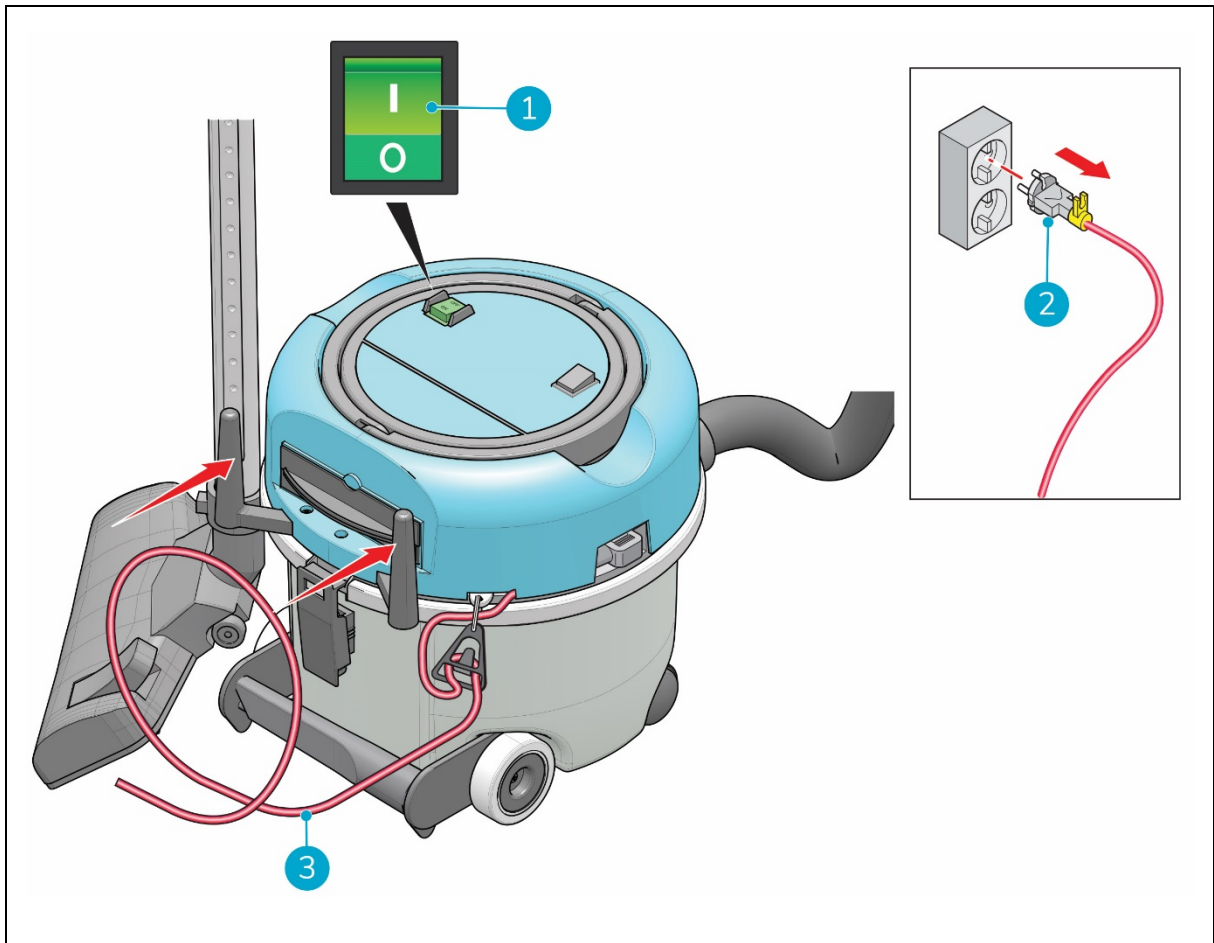

Abbildung 21
1. Drücken Sie den ON/OFF-Schalter (Abb. 21, Pos. 1) auf dem Deckel des i-vac® 6, um das Gerät auszuschalten.
2. Ziehen Sie das Netzkabel aus der Steckdose. (Abb. 21, Pos. 2).
3. Wickeln Sie das Netzkabel um die beiden Streben der Netzkabelaufwicklung (Abb. 21, Pos. 3) an der Seite des Kanisters. **Beginnen Sie nah am Gerät.**